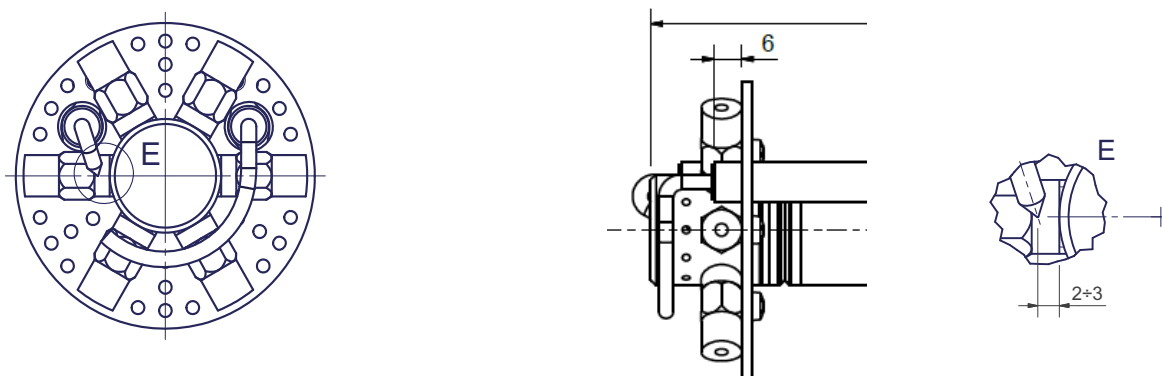

Рис. 17
- 2 Отвинтите винты 1 ÷ 4 шестигранным ключом № 3 и снимите крышку фильтра 5 на Рис. 17.